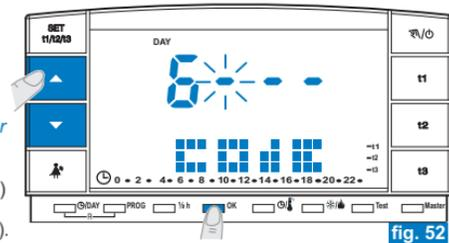

fig. 52
- Configurer le numéro désiré en utilisant les touches   ; confirmer en appuyant sur la touche **OK** (ex. fig. 52).